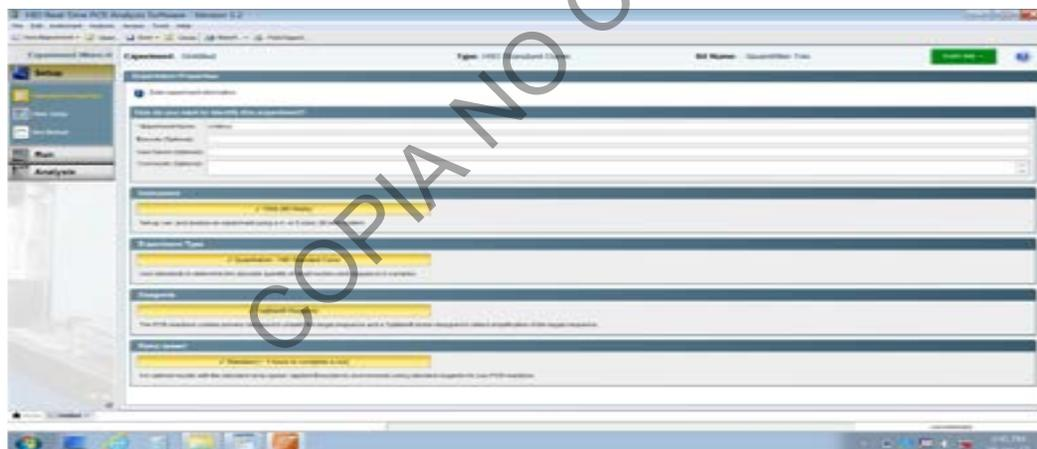

Figura 8. Configuración inicial para un nuevo experimento, Software v1.3 o superior
7.2.11 En la opción **Experiment menu**, seleccione la opción **Setup** y en la opción **Experiment Properties** llene la información **Experiment Name** con la información de fecha e iniciales del analista según formato DDMMAA_XXX. (por ejemplo, 07 de febrero del 2023, Erick Esquivel Campos, será 070223_EEC)(Ver figura 8) además, de incluir el nombre del kit, número de lote utilizado, fecha de vencimiento y dirección en donde se encuentra guardado el archivo en digital de la corrida completa (**Escritorio/Corridas/Año/mes/fecha**).